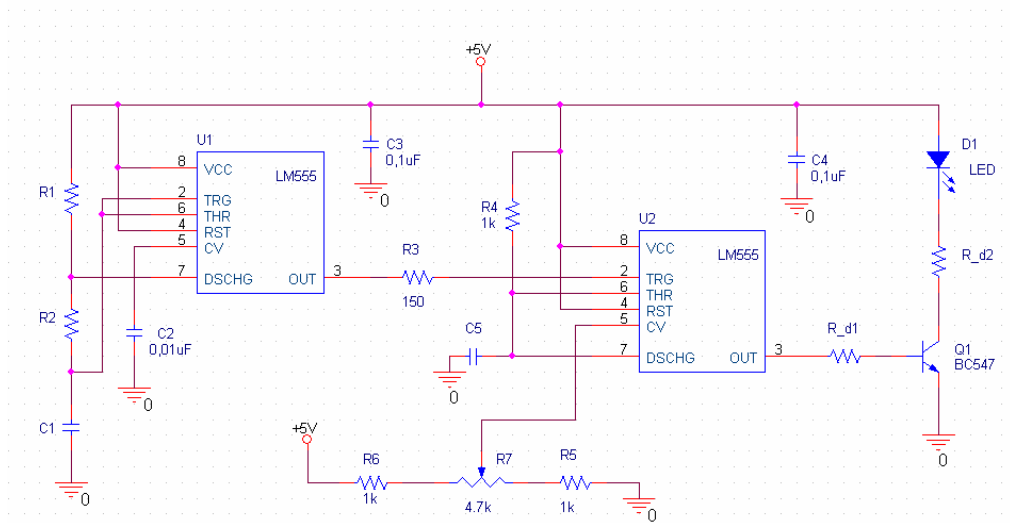

Figura 8: Modulador PWM.
- 5.1. Com base aos circuitos projetados no item 4 monte o circuito da *Figura 8*.